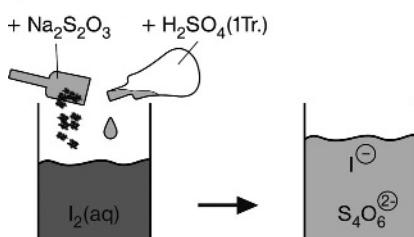

Abb. 1.7 Chromat- und Iodabfälle vor und nach der Sonderbehandlung.
- 3) Lassen Sie das Gemisch einige Minuten stehen und beobachten Sie den Verlauf der Stoffumsetzung bis zum Farbumschlag (Abb. 1.7).
Geben Sie etwas Iod-Stärke-Lösung in ein Reagenzglas. Fügen Sie Fixiersalzlösung bis zur Entfärbung hinzu (Abb. 1.7).